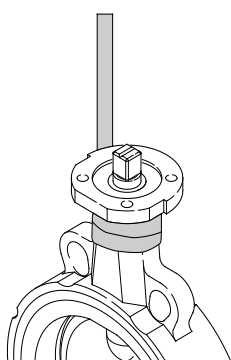
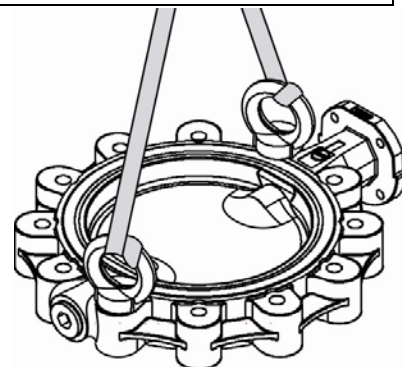

Imagen 1
Imagen 3
- Fijación de las correas soporte según fig. 1 hasta fig. 3,